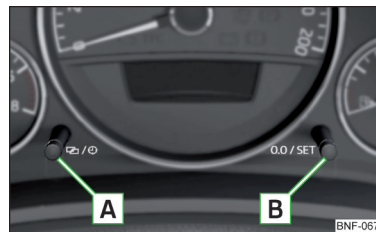

Bild 26
- Tryck på knappen **A** » bild 26 och håll den intryckt tills timindikeringen blinkar.